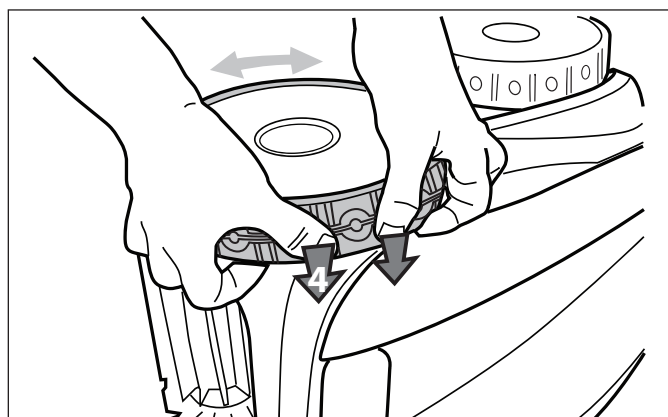

Figura 38. Empuje el neumático dentro de la rueda
6. Empuje y coloque la costilla de la parte interior del neumático en la ranura de la rueda. Vea Figura 38. Si es necesario, gire el volante con suavidad para ayudar con la instalación.